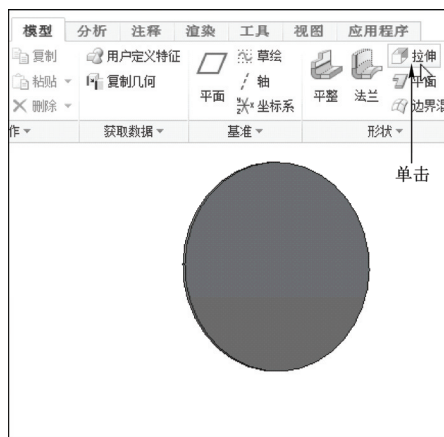

图 13-50 单击“拉伸”按钮
STEP 02 在功能区选项板的“模型”选项卡中，单击“形状”面板中的“拉伸”按钮，如图 13-50 所示。